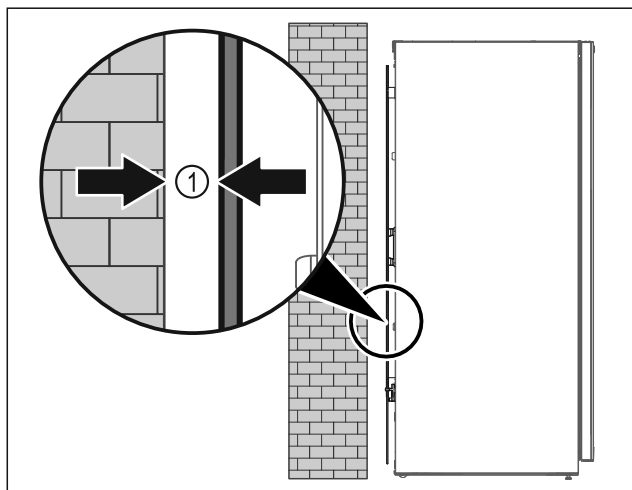

Fig. 8
- ▶ Aparat postavite na poljubno mesto v prostoru ali neposredno ob steno z minimalnim odklikom 5 mm Fig. 8 (1).